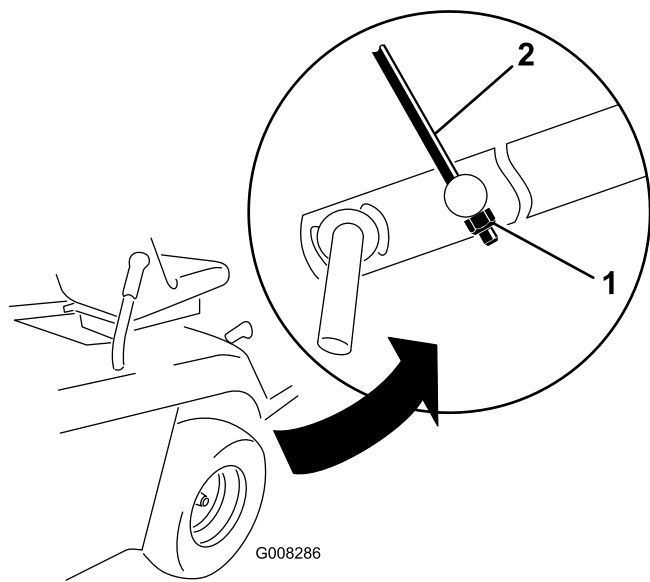

Bild 42
9. Stellen Sie die M8-Sicherungsmuttern am Ende der Höheneinstellungsstange so ein, dass die Stange etwas angespannt ist (Bild 42).